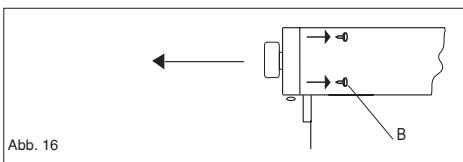

Abb. 16
- Für den Abbau des Bedienfelds lösen Sie die 4 Innenschrauben (B), mit denen das Bedienfeld an der Frontseite des Backofens befestigt ist (Abb. 16).